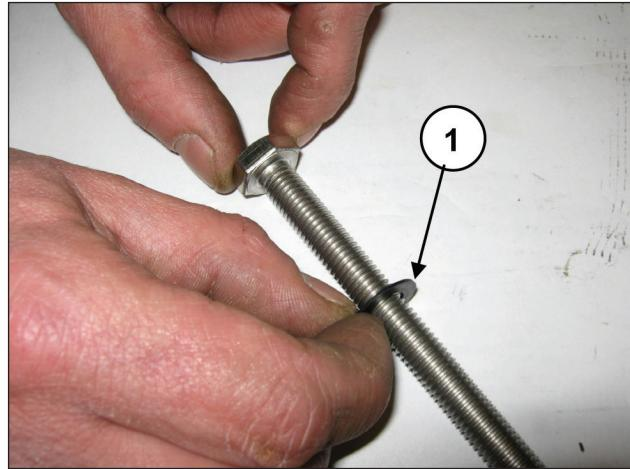

图181
将垫圈 $\varnothing 10 \times 18 \times 0.9$ 插入活塞固定螺丝（部件号①，图181）。